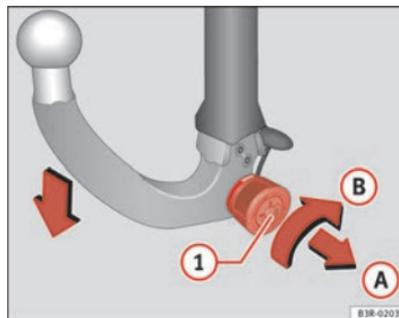

Fig. 159 Dispositif d'attelage amovible : dépose de la boule d'attelage
- Insérez la clé dans la serrure **(1)** ⇒ fig. 159 de la molette. ▶